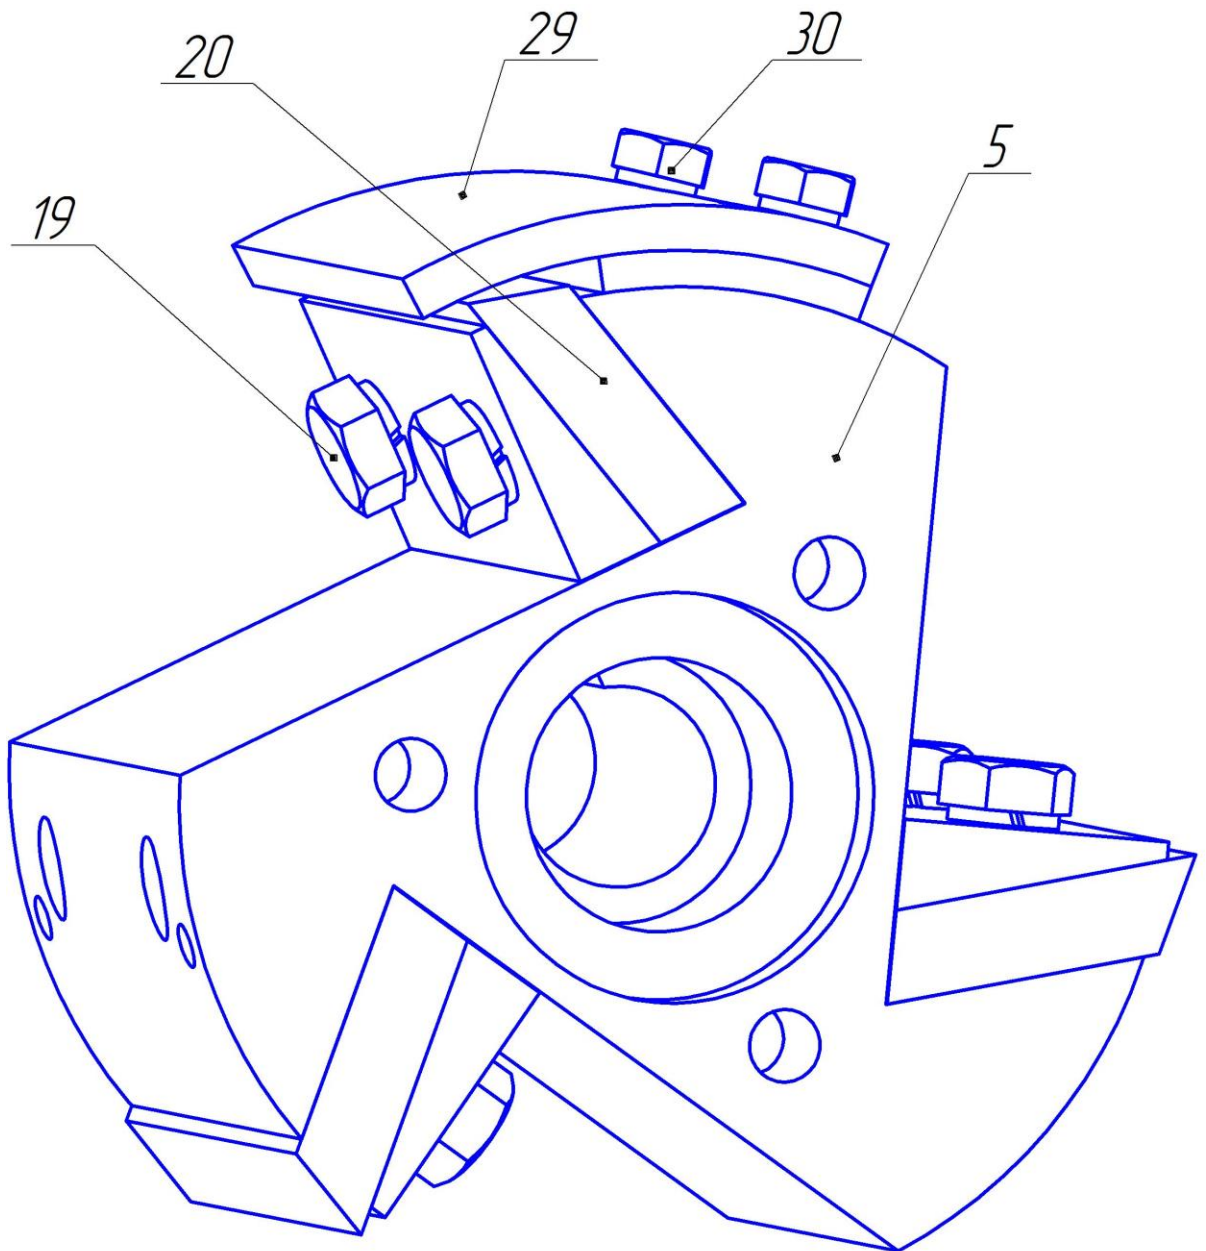

Рис. 2 Установка ножей ротора при помощи шаблона
- установить ножи на ротор по шаблону (Рис. 2) см. п.3.4.1;